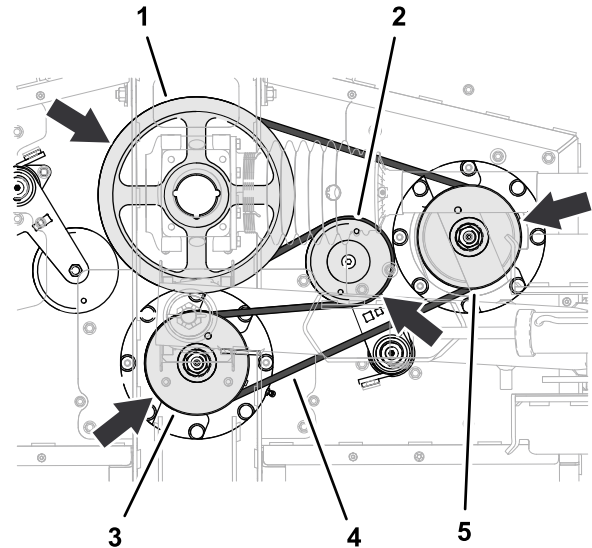

Figure 62
1. Acheminez la longue courroie autour de la poulie d'entraînement, dans la rainure supérieure de la poulie d'axe central, et autour de la poulie d'axe droit (Figure 62).
2. Au moyen d'une barre de levier ou d'un outil du même genre, faites tourner le tendeur de courroie dans le sens anti-horaire et installez la courroie sur la poulie de tendeur (Figure 62).